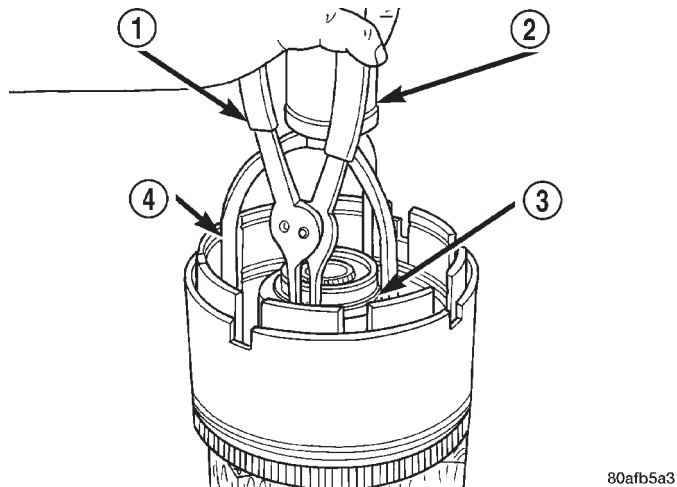
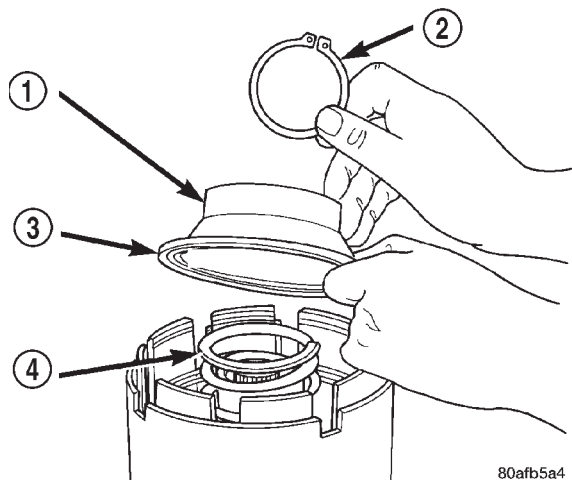

Fig. 211 Anillo de muelle de retén del muelle de submultiplicación
Fig. 212 Muelle de retroceso y retén de submultiplicación
(18) Con la herramienta 5059A y una prensa para ejes, comprima el émbolo del embrague de submultiplicación lo suficiente como para desmontar el anillo de muelle (Fig. 211) y (Fig. 212).
(19) Retire el retén de muelle (Fig. 212).